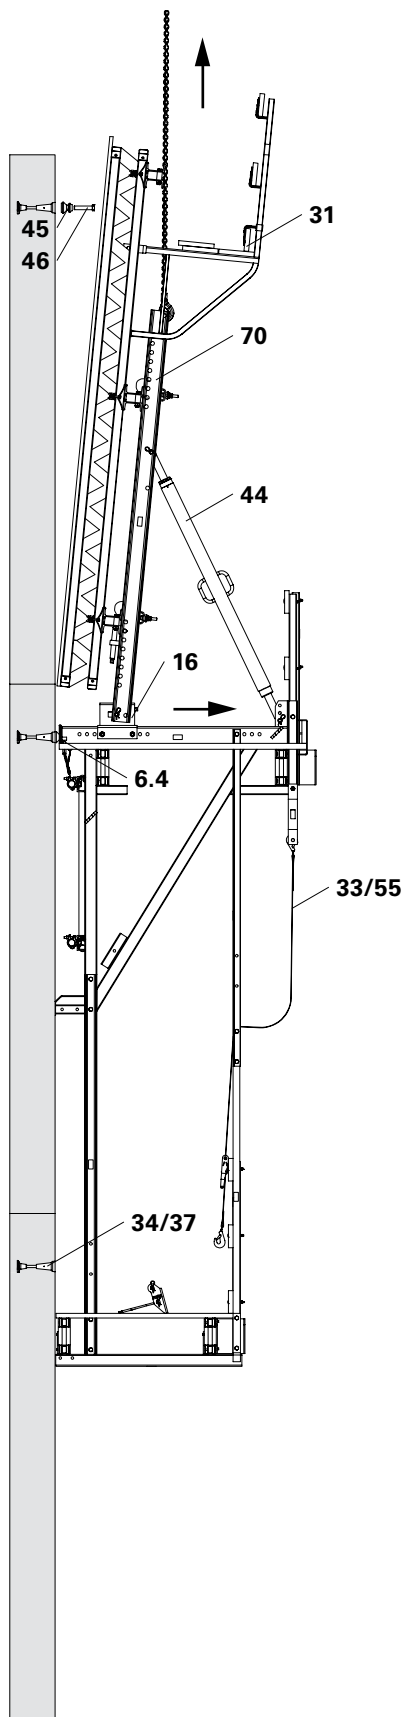

Fig. B4.01
2. Arretrare la cassaforma azionando il dispositivo di posizionamento CB (16), v. B3. Inclinare la cassaforma verso il parapetto con il puntone di stabilizzazione CB 164-224 (44).
3. Predisporre il rocchetto M24 (45) con vite ISO 4014 M24 x 120-10.9 (46) per la fase di getto successiva, v. B1 Ancoraggio.
4. Sganciare la controventatura con tirante DW 15 (33) o cinghia di sicurezza L = 5,70 m, 2,5 t (55) dalla parete e appoggiarla sulla passerella inferiore.
7. Irrigidire il corrente verticale CB (70), es. con travetti squadrati, v. C1 Movimentazione.
8. Aprire l'impalcato (31) della piattaforma di getto sopra al corrente verticale. Assicurare eventuali componenti non fissati. Agganciare l'imbracatura al corrente verticale CB (70). (Fig. B4.01)